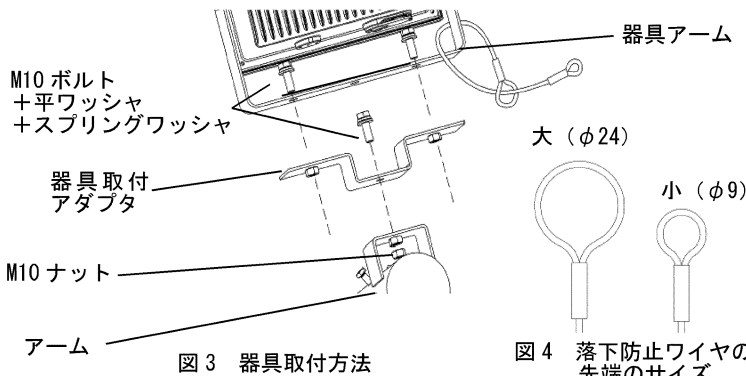
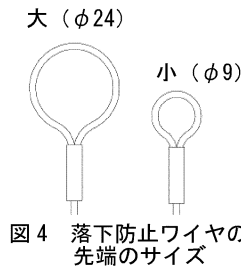

図3 器具取付方法
図4 落下防止ワイヤの先端のサイズ
- ⑤器具取付アダプタをM10ボルトでアームに固定してください。器具取付アダプタは固定する前に水平角度を変えて、照射する方向を調整してから固定してください。(図3)
- ⑥器具をM10ボルト(別途)で器具取付アダプタに固定してください。(図3)
- ⑦照明用ポールにアームを取り付けてください。
- ⑧落下防止ワイヤを器具アームに一回転させ、大きい方の輪の中へ通してください。小さい方の輪はアームのポール取付け用のM8ボルトとM8平ワッシャで固定してください。(図4、5)